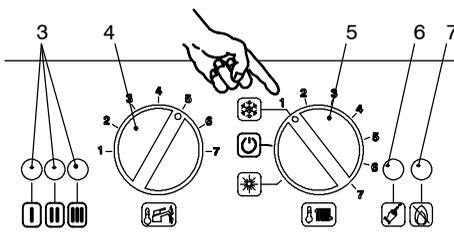
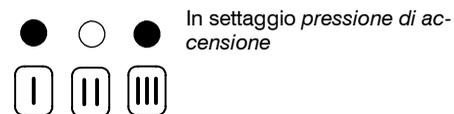
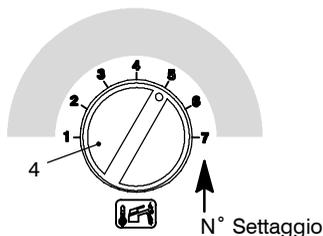

fig. 7.6
fig. 7.7
fig. 7.8
9 Posizionare il selettore 5 come indicato in fig. 7.6; la lampada di segnalazione 3 lampeggia ad intermittenza circa ogni 2 secondi.
10 Tenere premuto il pulsante di ripristino 6 in fig. 7.6 per circa 10 secondi, la lampada di blocco 7 in fig. 7.6 inizierà a lampeggiare.
- 11 Per settare la *pressione di accensione del bruciatore* le spie di segnalazione 3 in fig. 7.6 devono essere visualizzate come in fig. 7.7 (leggenda spie fig. 7.4)
- 12 Se non si visualizza questa sequenza premere il pulsante di ripristino 6 in fig. 7.6 tante volte fino alla visualizzazione (4 volte).
- 13 Per visualizzare il settaggio impostato tenere premuto il pulsante di ripristino 6 in fig. 7.6 per circa 5 secondi. Le spie di segnalazione 3 in fig. 7.6 lampeggeranno un numero di volte pari al settaggio (fig. 7.8).
- 14 Per cambiare il settaggio ruotare la manopola regolazione temperatura sanitari 4 in fig. 7.6 e posizionarla nella **posizione** prescelta fig. 7.8 vedi anche tab. 7.3 (nella figura es. manopola settata per **posizione 5**), la lampada di segnalazione blocco 7 in fig. 7.6 lampeggia velocemente.
- 15 Per memorizzare il settaggio premere il pulsante di ripristino 6 in fig. 7.6 per circa 5 secondi, le spie di segnalazione 3 in fig. 7.6 lampeggiano tutte quante simultaneamente come in fig. 7.7 (leggenda spie fig. 7.4)